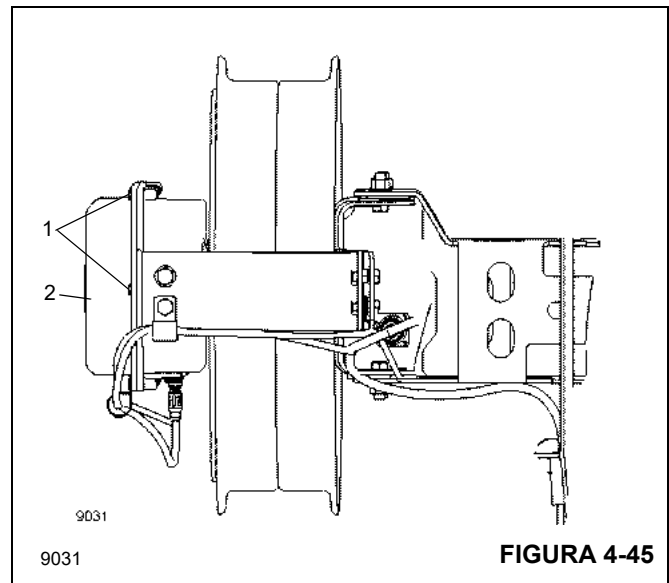

FIGURA 4-45
- Vuelva a colocar la caja (2, Figura 4-45) en su lugar. Asegúrese que el sello está en el lugar correcto.
- Fije la caja con todos los tornillos (1).